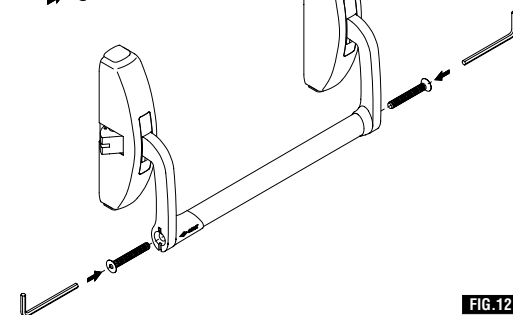

FIG. 12
- 11) Montare la barra fra le due leve, verificare che i due tappi di raccordo siano bene a contatto con le rispettive staffe avvitare con forza le viti da M5 x 70 sui fori delle staffe con una chiave esagonale da 5 mm per bloccare la barra (fig. 12).
- 11) Mount the bar between the two levers, check that the two connection plugs are fitting snugly with their respective casings, screw in well the M5 x 70 screws into the holes of the casings with a 5 mm Allen key to block the bar (Fig. 12).
- 11) Monter la barre entre les deux leviers, vérifier que les deux bouchons de raccord sont bien au contact des brides respectives, visser à fond les vis M5 x 70 sur les trous des brides avec une clé hexagonale de 5 mm pour bloquer la barre (fig. 12).
- 11) Coloque la barra entre las dos palancas; verifique que las dos tapas de unión estén en contacto correctamente con las respectivas abrazaderas. Enrosque con fuerza los tornillos M5 x 70 en los orificios de las abrazaderas, con una llave hexagonal de 5 mm, para bloquear la barra (Fig. 12).
- 11) Die Stange zwischen den beiden Hebeln einsetzen, dabei kontrollieren, ob die beiden Verbindungsdeckel einwandfrei in den entsprechenden Bügel (Abb. 12) sitzen, dann die Schrauben M5x70 mit einem 5-mm-Sechskantschlüssel auf den Bohrungen der Bügel fest anziehen, um die Stange zu blockieren (Abb. 12).